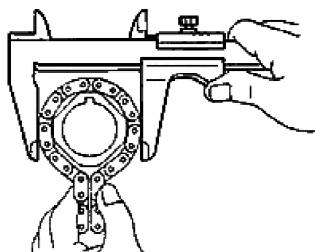

图 1-52 测量链轮直径
- ① 用链条绕紧链轮。
② 用游标卡尺测量绕有链条的链轮直径，如图 1-52 所示。